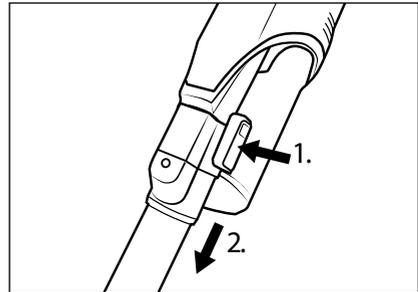

Fig. 11
- ◆ Para desmontar el tubo de aspiración **24** del aparato, mantenga pulsado el botón de desenganche del tubo de aspiración **25** y tire del tubo de aspiración **24** para extraerlo del orificio de aspiración del aparato (consulte la fig. 11).